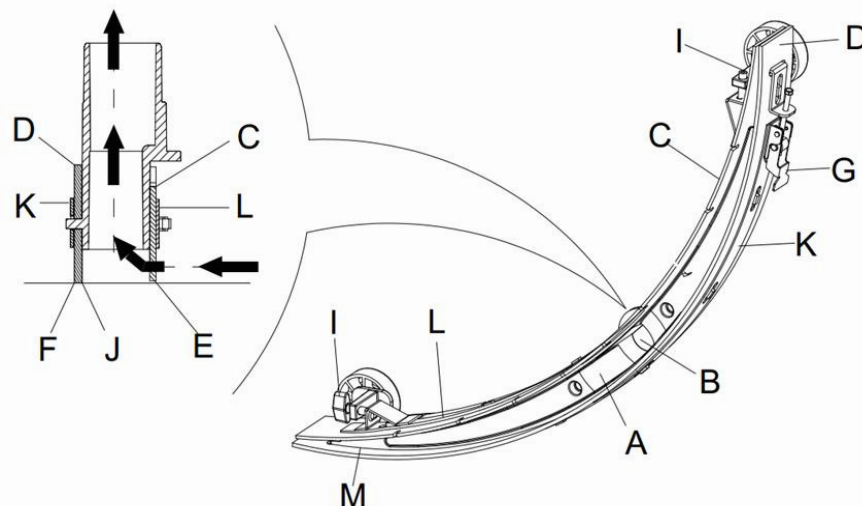

Figure 10
2. Appuyez sur l'interrupteur d'alimentation (38) sur la position "O" pour éteindre la machine.
3. Dévissez les molettes (16) de la raclette, débranchez le flexible d'aspiration de la raclette puis retirez la raclette.
4. Utilisez la poignée de levage de la raclette (14) pour soulever le cadre de support de la raclette.
5. Nettoyez la raclette (**Figure 10**). Nettoyez en particulier la rainure (**A, Figure 10**) ainsi que les saletés et les fragments dans le tube d'aspiration. Vérifiez si la bavette avant (C) et la bavette arrière (D) de la raclette sont intactes et s'il n'y a pas de bords usés ou déchirés. Remplacez-les si nécessaire (voir les étapes dans la partie suivante).
- Suivez les méthodes indiquées dans la section précédente pour nettoyer la raclette (**Figure 10**)
- Vérifiez le bord (**E, Figure 10**) de la bavette avant de la raclette et le bord (**F**) de la bavette arrière (**D**) de la raclette. Sur toute la longueur, ils doivent au même niveau. Dans le cas contraire, réglez leurs hauteurs grâce à la procédure suivante.